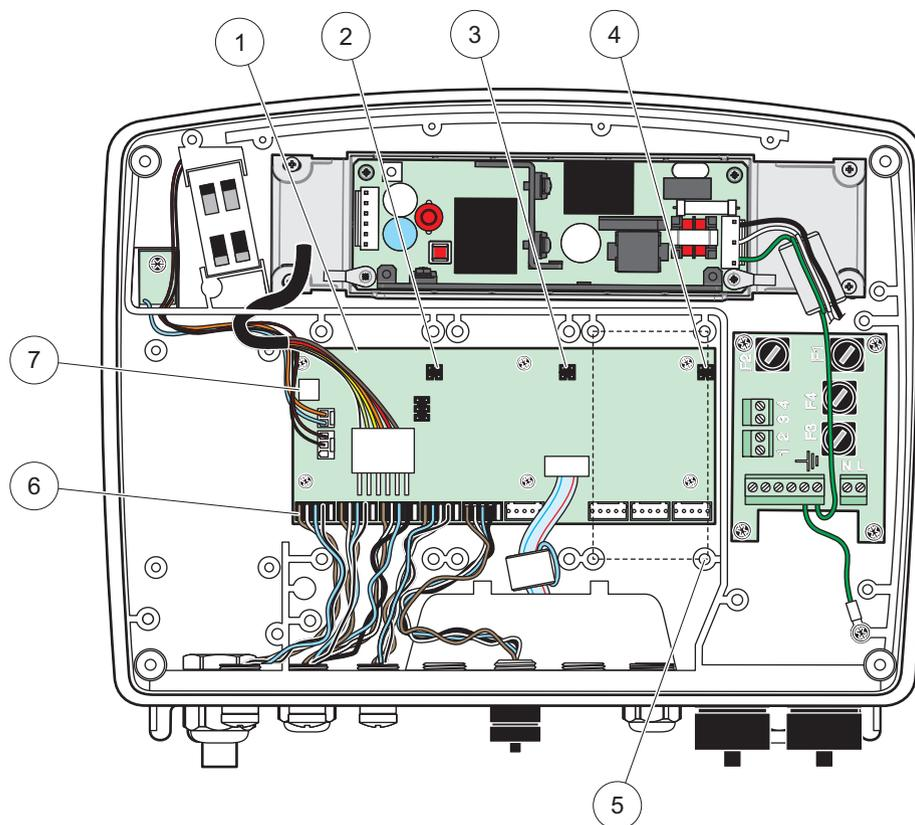

Figure 17 Connexions de la carte principale de circuits imprimés de la carte mémoire
4. Branchez le connecteur de carte à la connexion appropriée sur la carte principale de circuits imprimés (Figure 17).
3. Branchez le connecteur de carte à la connexion appropriée sur la carte principale de circuits imprimés (Figure 17)).
3. Branchez le connecteur de carte à la connexion appropriée sur la carte principale de circuits imprimés (Figure 17).